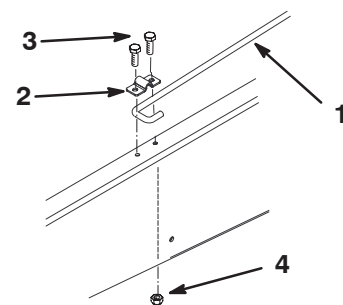

Bild 9
- Lösen Sie die Schraube, mit der der Ständerclip am Chassis befestigt ist, bis Sie das J-förmige Hakenende der Stützstange unter den Clip schieben können (Bild 9).
- Ziehen Sie die Schraube an und befestigen Sie die andere Seite des Clips mit einer neuen Schraube (5/16 x 3/4 Zoll) und einer Bundmutter (5/16 Zoll) (Bild 9).